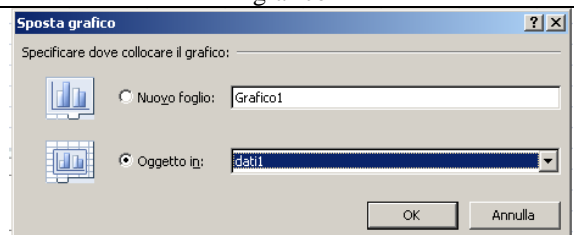

Figura 7 – Sposta grafico
- cliccando con il tasto destro del mouse sul grafico appare un menu a tendina in cui è possibile selezionare [sposta grafico], cliccando con il tasto sinistro appare il menu di figura 7